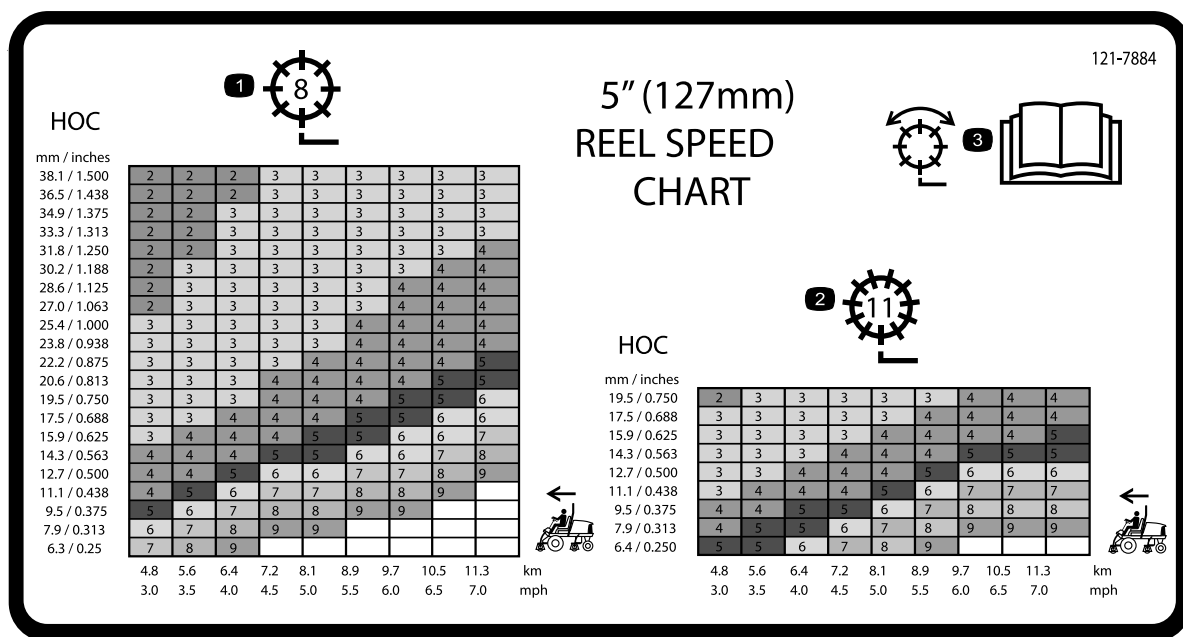

图 33
3. 使用滚刀速度图标贴 (图 33) 上的图表确定适当的滚刀速度设置。